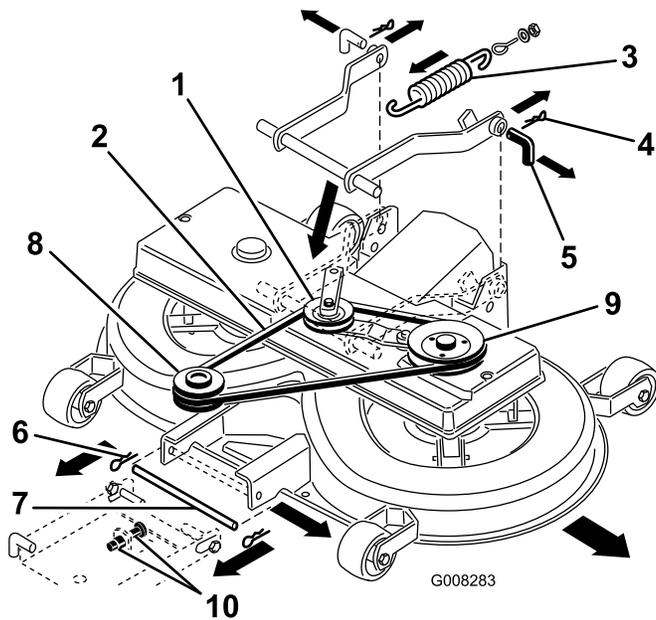

Figure 42
8. Tirez l'ensemble bras de tension vers l'intérieur et ôtez la courroie trapézoïdale de la poulie (Figure 42).
- Décrochez le ressort du levier d'engagement (Figure 42).
- Retirez les goupilles fendues des 2 goupilles arrière et enlevez ces dernières (Figure 42).
- Retirez la goupille fendue de la goupille avant et enlevez cette dernière (Figure 42).
- Enlevez la courroie trapézoïdale de la poulie du moteur (Figure 42).
- Placez la goupille inférieure de la suspension de réglage avant dans la position inférieure des fentes, en réglant les 2 écrous (M12) sur la suspension avant (Figure 42).